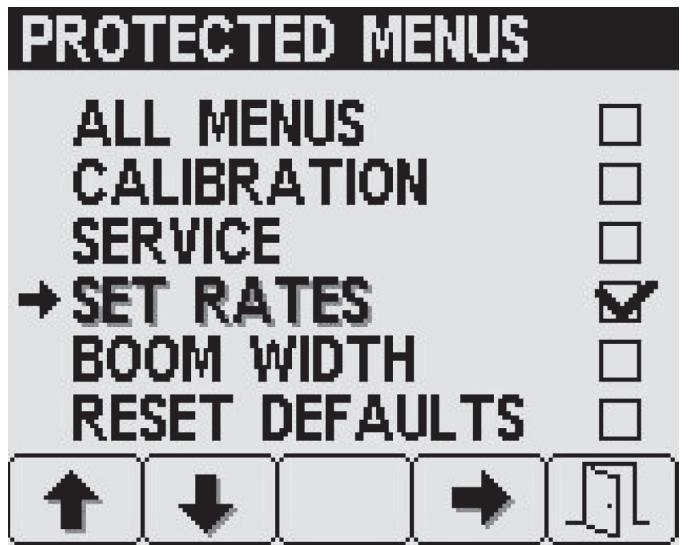

Bild 23
3. Drücken Sie Taste 4, um jeden Eintrag im geschützten Menü auszuwählen oder dessen Auswahl aufzuheben (Bild 23).